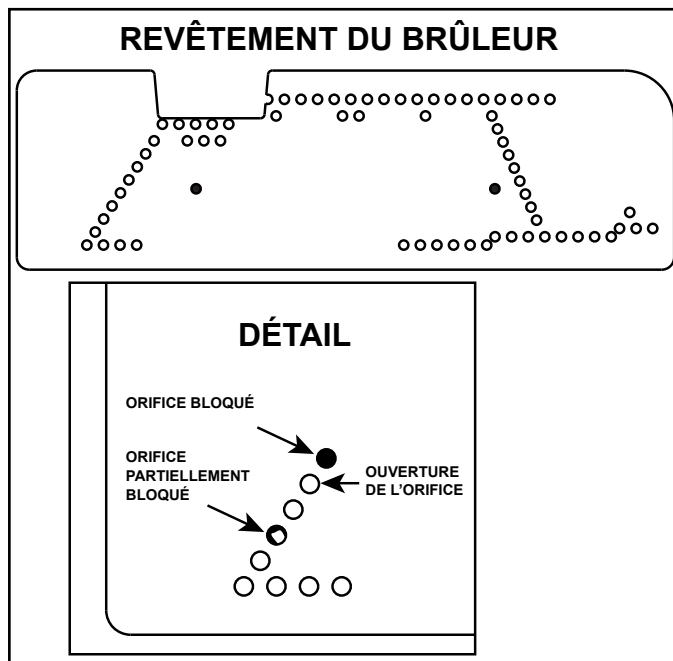

Figure 11.1 Vérifier les orifices du brûleur
2. Retirez le revêtement du brûleur de l'emballage. Vérifiez que tous les orifices ne sont pas obstrués. Voir la figure 11.1.